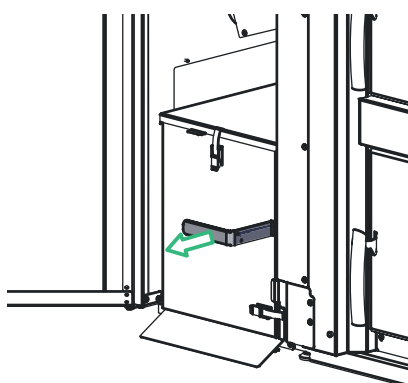

Fig. 31 Griff herausziehen
- ▶ Griff bei Aschebox bis zum Anschlag herausziehen, damit die seitlichen Öffnungen in der Aschebox verschlossen werden – Fig. 31.